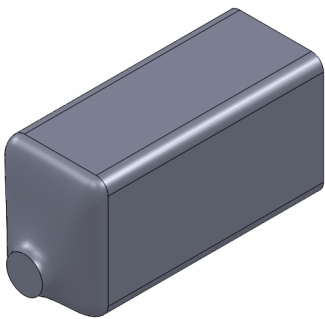

图 16-24 创建放样特征
(9) 设置【开始约束】和【结束约束】均为【垂直于轮廓】，单击【确定】按钮，即可创建放样特征，如图 16-24 所示。